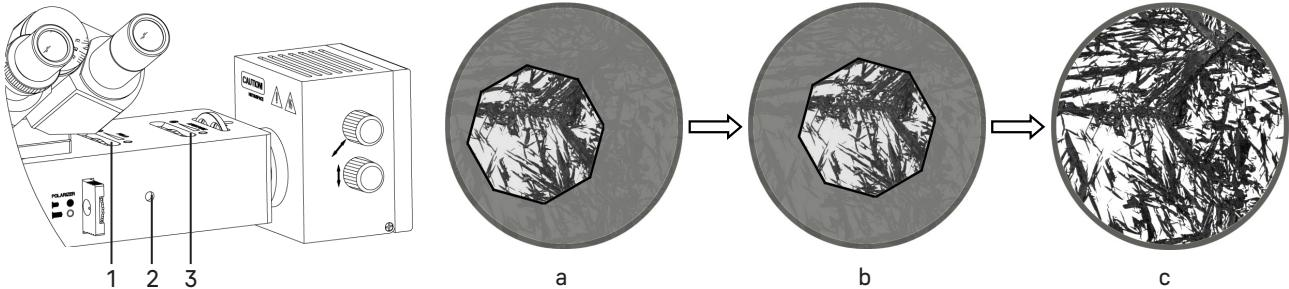

Рис. 10. Настройка освещения по Кёлеру
2. Откройте апертурную диафрагму 3 и закройте полевую диафрагму 1, в поле зрения появится светлое пятно, как показано на рис. 10.
3. Если светлое пятно отклоняется от центра поля зрения, как показано на рис. 10а, отрегулируйте центрирующий винт **2** с помощью двух ключей-шестигранников, чтобы центр полевой диафрагмы совпал с центром поля зрения, как показано на рис. 10б.
4. Откройте полевую диафрагму, чтобы изображение наблюдаемого образца заполнило поле зрения, как показано на рис. 10с.